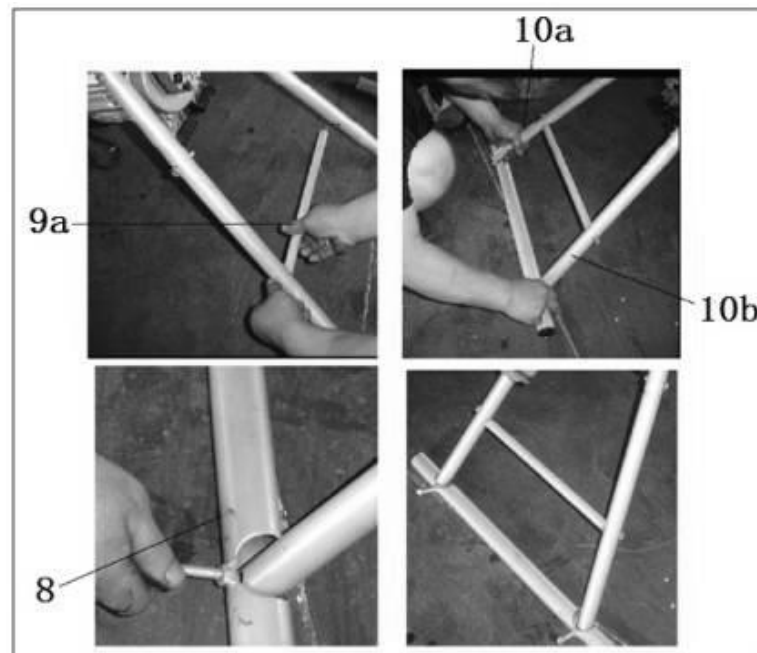

Fig. 3
- b) Fixez l'axe horizontale (9a) aux pieds avant (10a et 10b) avec des vis, puis le support horizontale (8) à l'aide des boulons (fig. 3).